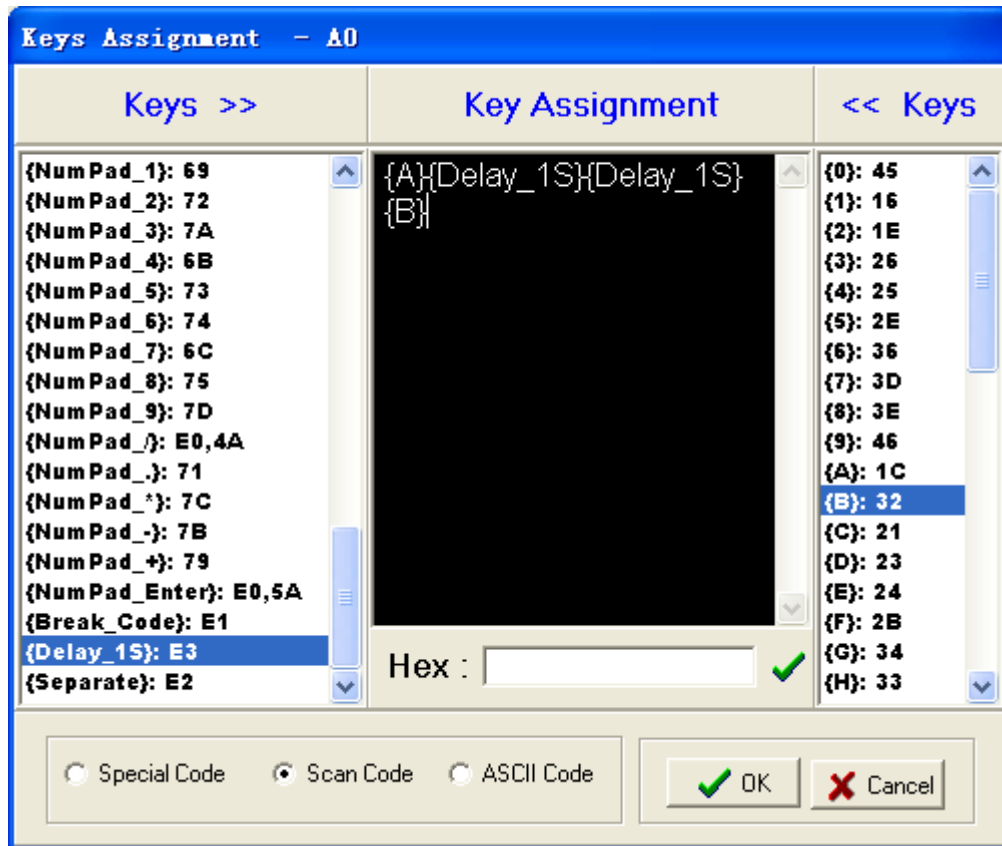

图 4
1.4.3 定义 Caps Lock、Num Lock、Scroll Lock 键：按 ALT+P 进入特殊编辑模式，如图 4 所示。按 ALT+C 产生 Caps Lock 键，按 ALT+U 产生 Num Lock 键，按 ALT+O 产生 Scroll Lock 键。
选择 Scan Code 选项, 然后在 Keys 列表框中找到{A}并单击鼠标左键,再找到{Delay_1S}单击鼠标左键两次(Key Assignment 中将显示两个{Delay_1S},一个{Delay_1S}代表延时 1 秒,两个即为延时两秒)最后,找到{B}并单击鼠标左键显示如图 4,再按下[OK]确认。